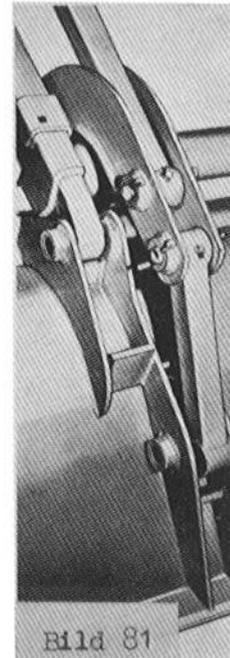

Bild 81
- 1) Schaufellader mit umgestülpter Schaufel, wie in Bild 81 gezeigt, auf den Boden aufsetzen.